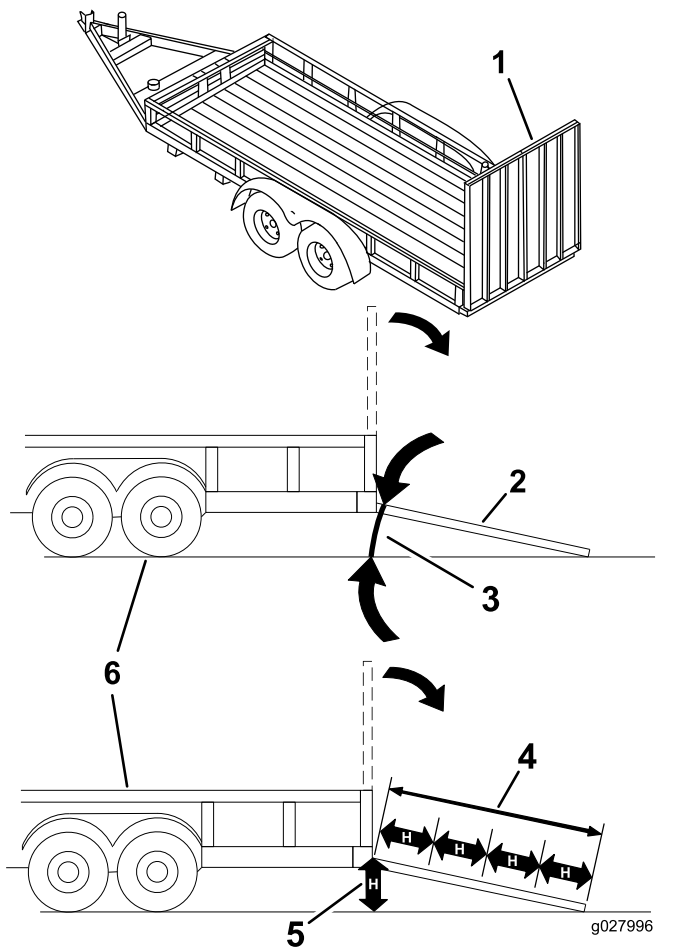

Figura 32
**Quando si carica la macchina su un trailer o un autocarro si aumenta il rischio di ribaltamento, che può causare gravi ferite ed anche la morte (Figura 32).**
1. Abbassate la rampa, assicurandovi che l'angolazione tra la rampa e il terreno non superi 15 gradi (Figura 32).